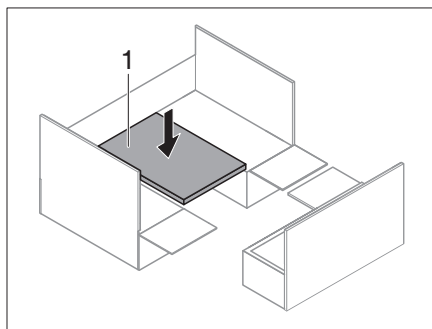

Fig. 218 Tavolo agganciabile verso il basso
- Portare il tavolo agganciabile (Fig. 218,1) dalla sbarra di aggancio superiore alla sbarra di aggancio inferiore.